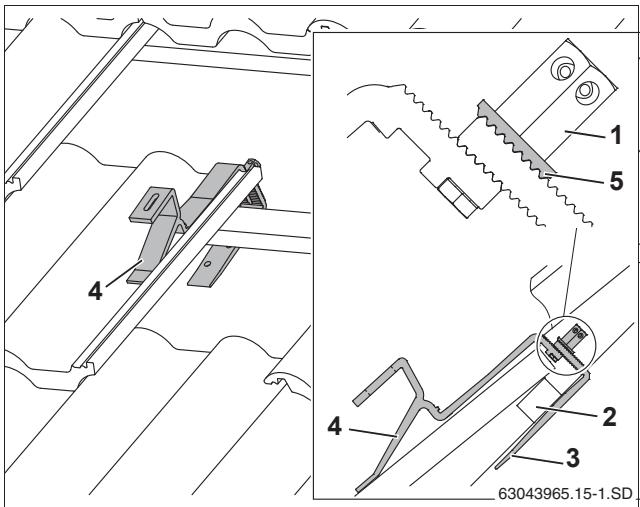

Рис. 13 Установленные кровельные крюки (для наглядности изображены не все элементы черепицы)
- ▶ Установите крюки так, чтобы передняя подпорка легла во впадину черепицы (рис. 13, [4]).
- ▶ Сдвиньте вверх нижнюю часть кровельного крюка (рис. 13, [3]) так, чтобы она прилегала к обрешетке крыши (рис. 13, [2]).
- ▶ Затяните высокие гайки (рис. 13, [1]). Для этого вставьте ключ SW 5 в отверстие гайки и поверните его.
Зубчатая подкладная шайба (рис. 13, [5]) должна войти в зацепление с нижней частью кровельного крюка.